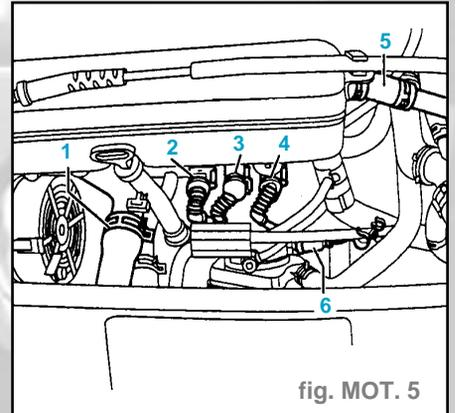

fig. MOT. 5
- Déposer la durite (1) complète (fig. mot. 5).